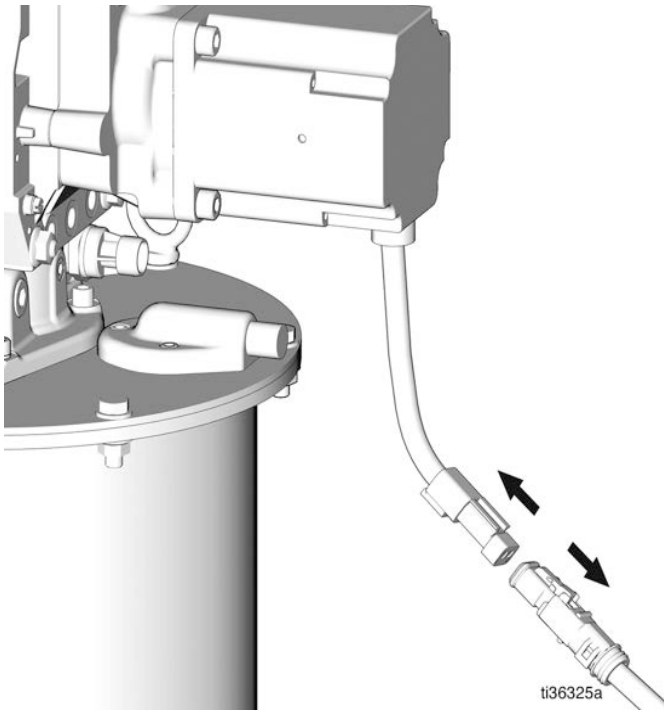

Fig. 10
1. Desconecte la alimentación al sistema (Fig. 10).